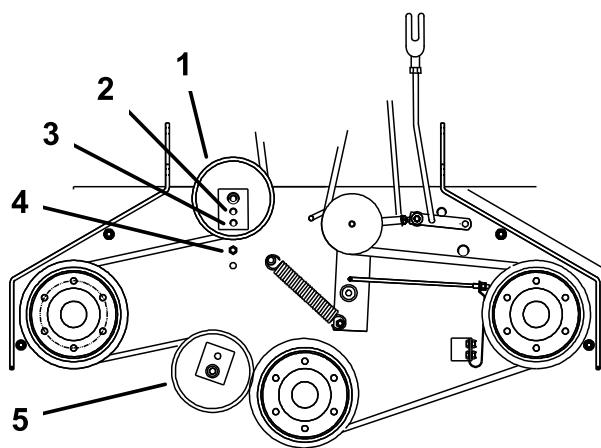

Figure 44
6. S'il n'est plus possible de régler le tendeur et que la courroie est encore détendue, il faut alors repositionner la poulie de tension arrière dans le trou central ou avant (Figure 44). Utilisez le trou qui donnera le réglage correct.
7. Lorsque la poulie de tension est déplacée, le guide de courroie doit l'être aussi. Placez le guide de courroie à la position avant (Figure 44).